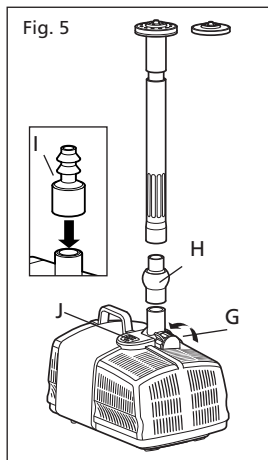

Fig. 5
Струю из насоса можно контролировать вращением колёсика регулятора струи (G), расположенного около водоотвода насоса. См. Рис. 5.
4. Шаровое шарнирное соединение (См. Рис. 5 (H)) надевается на выпускную трубку насоса, а сверху вставляется телескопический стержень. В дальнейшем он может использоваться с целью регулировки угла распылителя и придания ему вертикального положения.
1. Прикрепите шланг необходимой длины диаметром 12,5 мм непосредственно к его переходнику (См. Рис. 5 (I)).
2. Придерживая насос одной рукой, нажмите кнопку (J) на его верхней части и откройте решётку фильтра. См. Рис. 5.